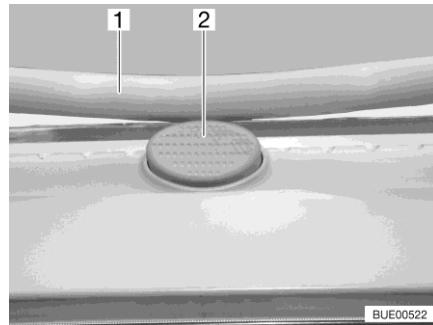

Bild 114 Låsknapp (Heki-taklucka)
- Tryck på låsknappen (Bild 114,2) och dra ner bygeln (Bild 114,1) med båda händerna.
- Tryck bygeln uppåt med båda händerna tills bygeln ligger ovanför låsknappen (Bild 114,2).